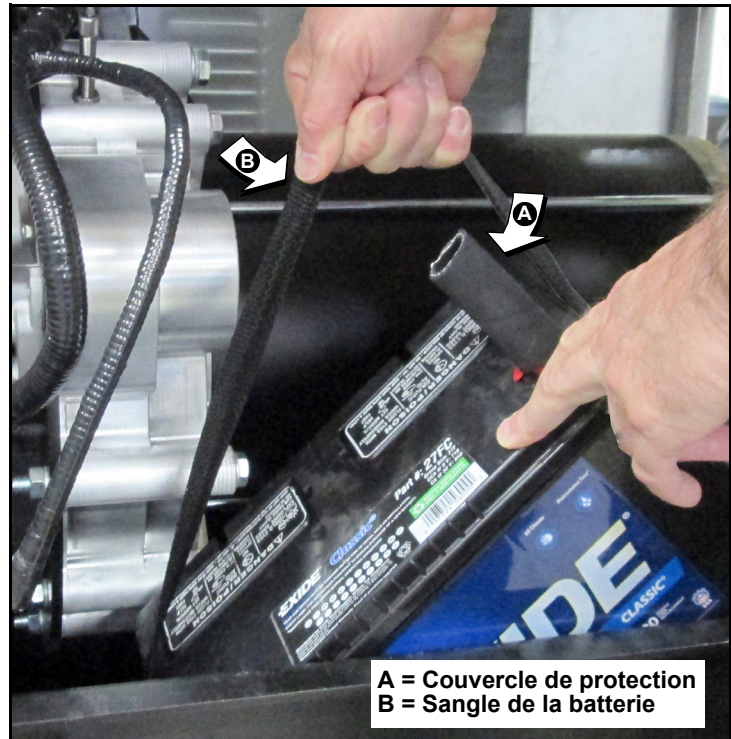

Figure 5-12. Installation de la batterie (modèles 2,3 L)
1. Installez le couvercle de protection en caoutchouc par-dessus la borne positive (+) de la batterie. Voir la partie A de Figure 5-12.
3. Lorsque la batterie s'incline sur les côtés, insérez-la dans l'ouverture. Voir la partie B de Figure 5-12.